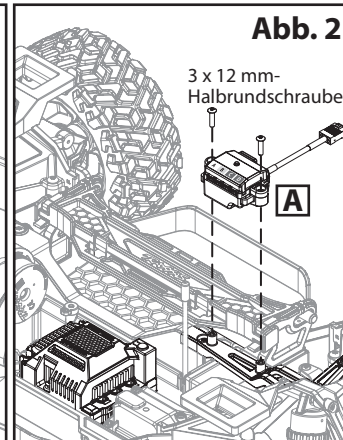

Abb. 2
2. Installieren Sie den Hochspannungs-Leistungsverstärker (A) am Chassis Ihres Modells. Stellen Sie sicher, dass die Verbindungsanschlüsse A, B, C und D am Verstärker in Richtung des Geschwindigkeitsreglers zeigen. Sichern Sie sie mit den mitgelieferten 3x12-mm-Halbrundschauben (2). (Abb. 2)